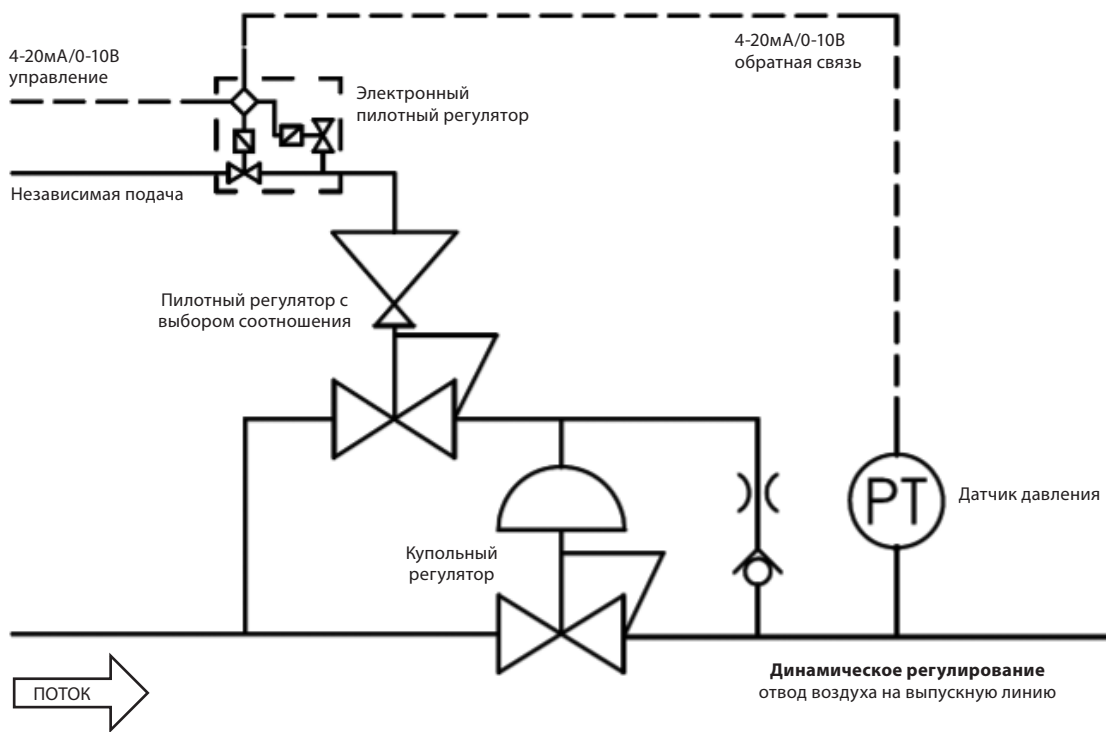

Рис. 7
- **Управление соотношением.** При такой схеме для управления давлением в куполе используется пилотный регулятор с выбором соотношения и «питанием» от системного давления. Пилотное устройство с выбором соотношения может управляться электронным регулятором и датчиком давления (Рис. 7), либо внешним «питанием» купола. Выходное давление пилотного устройства пропорционально больше его давления в куполе. Что позволяет главному регулятору достигать полного давления на выходе при управлении от источника низкого давления. Данная конфигурация не поставляется для жидких сред.